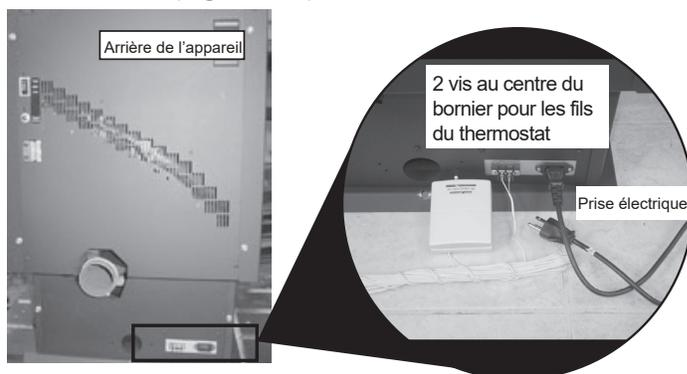

Figure 20.4
1. Un thermostat de basse tension doit être utilisé avec ce poêle à granulés. Vous pouvez utiliser le thermostat mural inclus (**Figure 20.4**) ou acheter un thermostat programmable ou une télécommande. Il est muni d'une résistance anticipatrice réglable. Le courant nominal est de 0,05 A. La résistance anticipatrice doit être réglée au niveau le plus bas.
3. Un bornier à 4 vis est situé dans l'angle inférieur gauche du poêle, directement au-dessus de la prise du cordon électrique. Les 2 vis au centre sont destinées aux fils du thermostat (**Figure 20.4**).